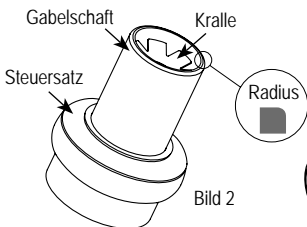

Bild 2
2. Entfernen Sie mit Hilfe von Schleifpapier und Feile den Sägegrat. An die äußere Kante sollte ein kleiner Radius gefeilt werden um Beschädigungen der Oberflächen zu vermeiden und eine optimale Klemmwirkung zu erzielen. (Bild 2)
- Deburr the top of the steerer tube using a small file and sandpaper to smooth the outer edge of the steerer tube. (figure 2)